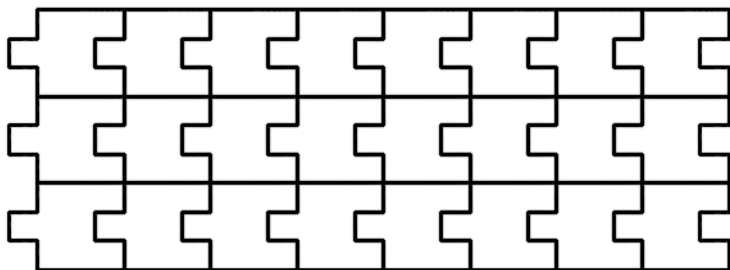

图 3-40 完成矩形阵列后的图形效果
- 5) 在“关闭”面板中单击“关闭阵列”按钮, 完成矩形阵列后的图形效果如图 3-40 所示。